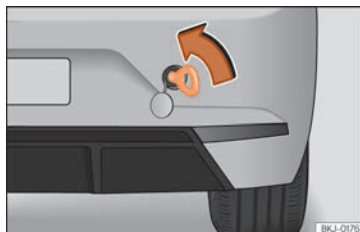

Fig. 50 Parte derecha del parachoques trasero: argolla de remolque enroscada.
- Enrosque la argolla de remolque en el alojamiento girándola al máximo **en el sentido contrario al de las agujas del reloj** »» fig. 50 »» ❗. Utilice un objeto adecuado